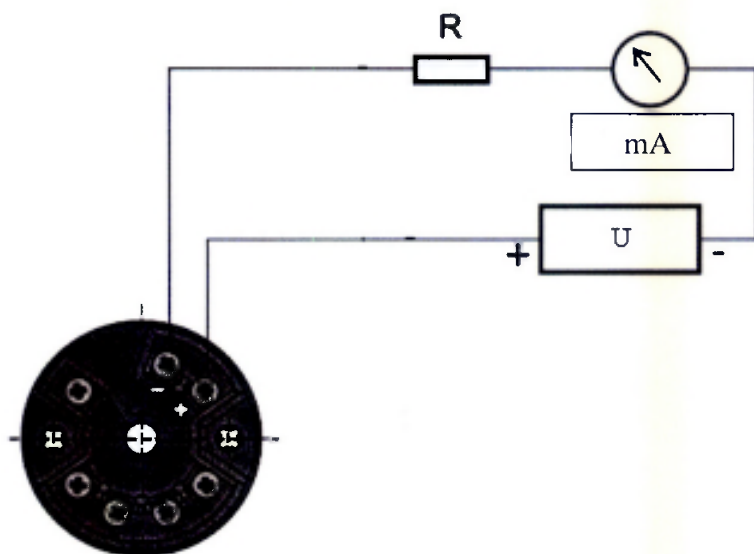

Рисунок 1 – схема подключения ТУС для выполнения измерений
Подготовить ТУС к работе в соответствии с руководством по эксплуатации, собрать электрическую схему (рисунок 1), включить источник питания (U).